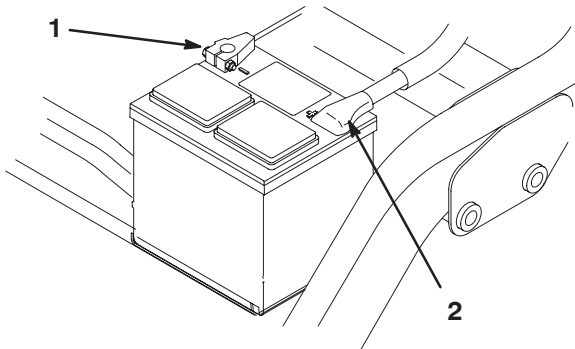

Bild 6
7. Klemmen Sie zuerst das Pluskabel (Rot) am Pluspol (+) der Batterie und dann das Minuskabel (Schwarz) am Minuspol (–) der Batterie an, wobei Sie die Kopfschrauben und Muttern verwenden (Bild 6). Ziehen Sie den Gummischuh über den Pluspol, um Kurzschlüssen vorzubeugen.